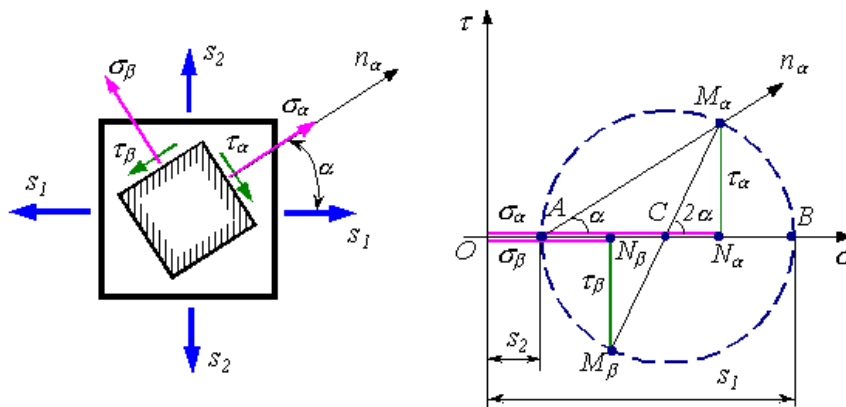

Рис. 4. Графический способ определения напряжений на наклонных площадках
Получите напряжение графическим способом путем построения круговой диаграммы напряженного состояния (круги **Мора**) для указанного случая плоского напряженного состояния. Пусть дан элемент (рис. 4), по боковым граням которого действуют известные главные напряжения s_1 и s_2 . Определите напряжения σ_α (σ_{11}), σ_β (σ_{22}), τ_α (σ_{12}), τ_β (σ_{21}), действующие на наклонных площадках α и β .
3. из крайней левой точки A окружности проведите луч, параллельный нормали n_α к площадке α (рис. 4).
<p data-bbox="936 355 1211 384">площадке α (рис. 4).</p> <div data-bbox="943 459 2040 930" style="text-align: center;"> </div> <p data-bbox="936 963 2101 995">Рис. 4. Графический способ определения напряжений на наклонных площадках</p>